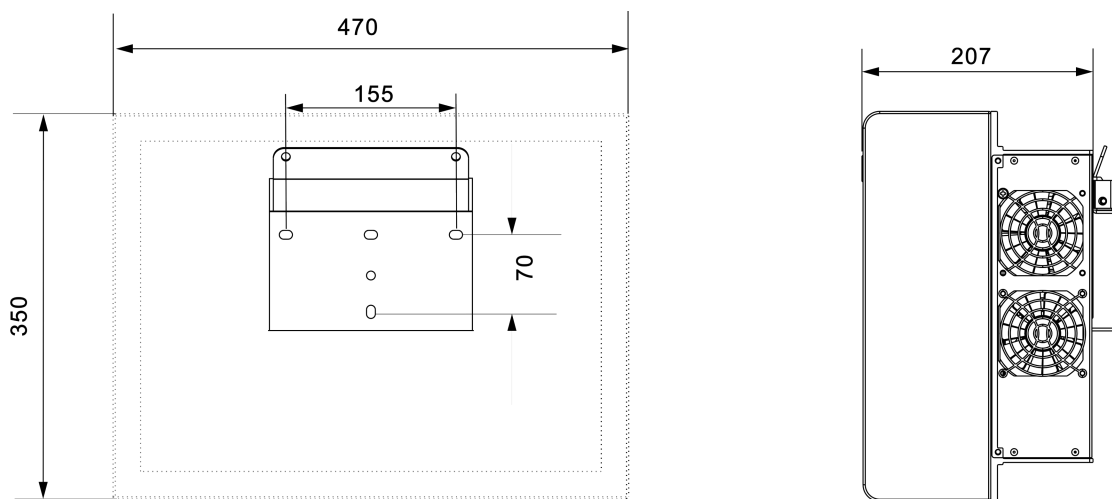

图 2-6 安装背板尺寸图
**步骤 1** 根据图 2-6 所示的逆变器安装尺寸图 (或安装背板) 确定打孔位置, 并使用记号笔标记。